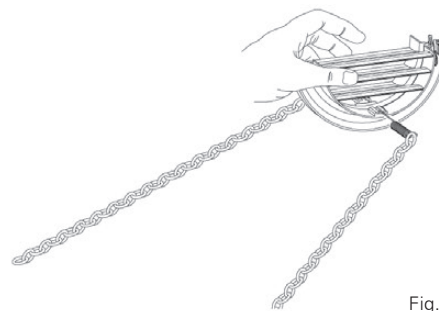

Fig.7
- Ripiegate su se stesse le griglie esterne impugnandole con la mano libera nella parte di ripiegatura e introducendo le dita all'interno delle singole alette (fig. 7).